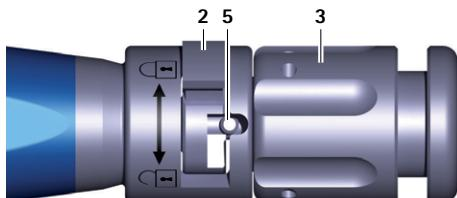

Рис. 4 Детальное изображение установочного инструмента, тестовый/рабочий имплантат затянут
- Повернуть поворотную гайку 3 на установочном инструменте A по часовой стрелке (направление "back" ("назад")), пока тестовый имплантат не будет затянут, см. Рис. 4.
- ▶ Поворачивать поворотную гайку 3 на установочном инструменте А по часовой стрелке (направление "back" ("назад")), пока имплантат не будет затянут, см. Рис. 4.